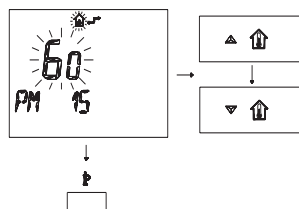

Fig. 5.31 Remoto
- 4 Modifique el SET programado con los botones **⬆️⬆️** y **⬆️⬆️** hasta visualizar un **set de 60**, espere que el número programado comience a parpadear (Fig. 5.31)